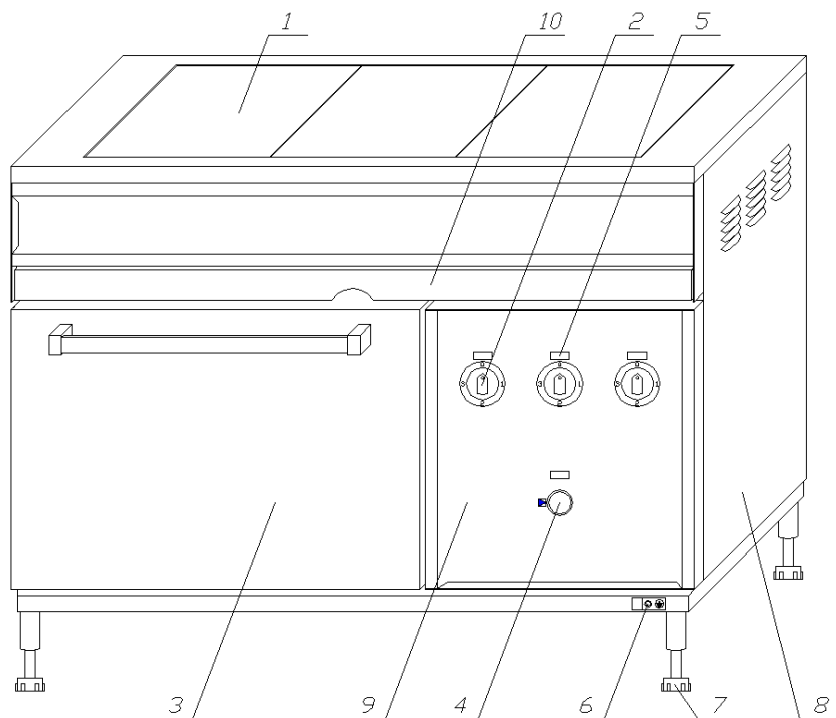

Рисунок 1
6.4 Установить плиту на полу и произвести выравнивание ее положения с помощью регулируемых опор 7 (смотри рис.1).